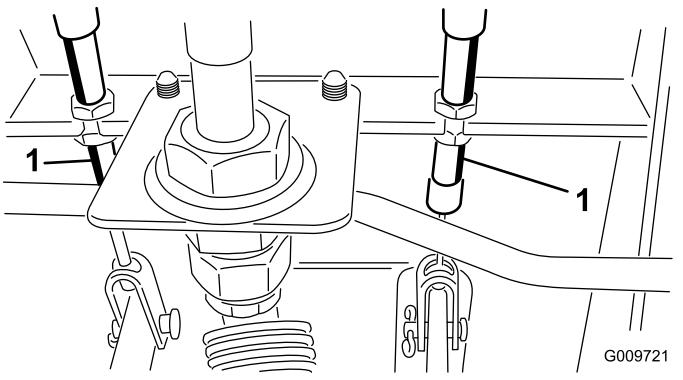

Figure 78
- A. Desserrez l'écrou avant sur l'extrémité filetée du câble de frein (Figure 78).